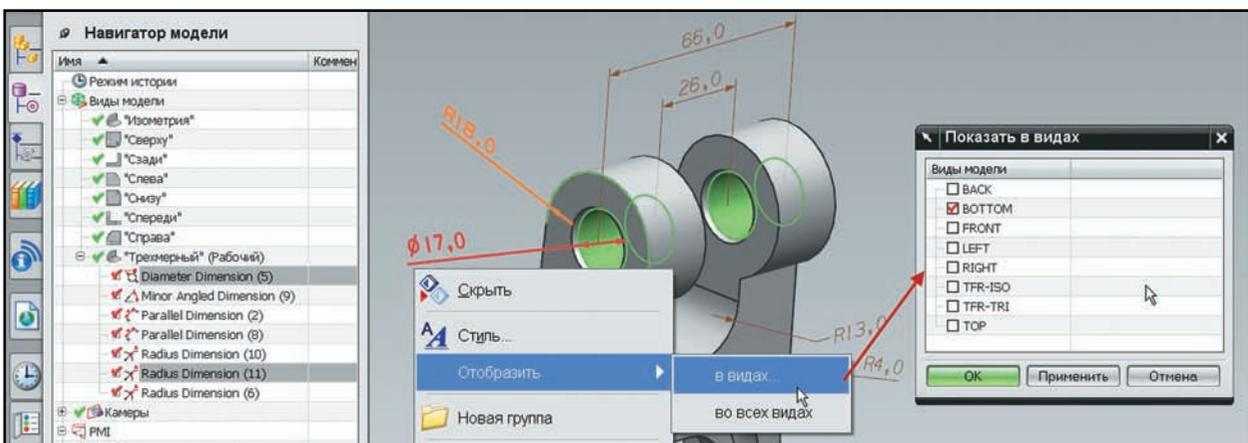

Рисунок 9.32. Изменение привязки
- В контекстном меню выберите пункт **Отобразить > в видах (Display > in Views)**. Откроется диалоговое окно с именами видов модели, где необходимо выбрать, на каких видах должны отображаться выбранные размеры (рис. 9.32).